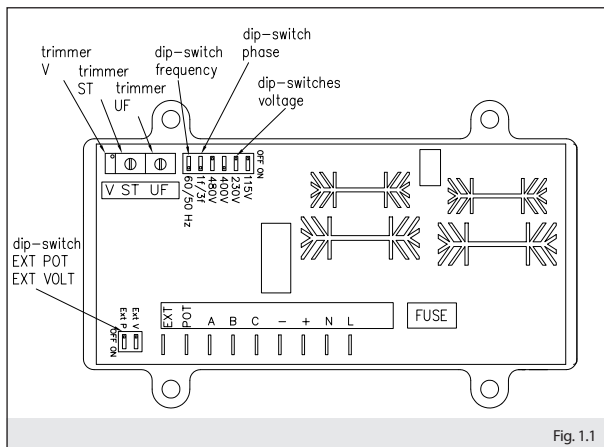

Fig. 1.1
È possibile modificare la tensione di uscita agendo sul potenziometro "V" (vedi fig.1.1, fig. 1.3). Con il gruppo in moto alla velocità nominale, regolare fino ad ottenere il valore cercato. Se ad una piccola variazione di velocità la tensione varia, allora è necessario regolare prima la protezione di sotto-velocità.
Gli switches di tensione del sensing ("dip-switches voltage" in fig.1.1) devono essere così impostati:
The output voltage can be changed by adjusting potentiometer "V" (see fig.1.1, fig. 1.3) . Run the generating set to its nominal speed and turn until the required voltage is obtained. If a small variation in speed causes a change in voltage, then the under speed protection should first be calibrated.
The sensing voltage switches ("dip-switches voltage" in fig.1.1) must be set as follows:
Il est possible de modifier la tension de sortie en agissant sur le potentiomètre « V » (voir fig.1.1, fig. 1.3). Avec le groupe en marche à la vitesse nominale, régler jusqu'à l'obtention de la valeur désirée. Si à une petite variation de vitesse la tension varie, il faut régler d'abord la protection de sous-vitesse.
Les interrupteurs de tension de détection («dip-switches voltage» sur la fig.1.1) doivent être réglés comme suit:
Regolazione della stabilità (vedi fig.1.1, fig. 1.3): qualora si dovesse verificare delle fluttuazioni di tensione a carico, è possibile agire sul potenziometro **"ST"** che modula la prontezza di risposta del regolatore agli stimoli esterni, permettendo di eliminare eventuali instabilità del sistema alternatore - carico.
Regolazione della protezione della sottovelocità a 50 (60)Hz (vedi fig.1.1, fig. 1.3): portare il gruppo in rotazione regolandolo in modo da ottenere una frequenza di 46 (56) Hz. Ruotare il trimmer **"UF"** fino al punto in cui la tensione inizia a calare. Riportare il gruppo alla velocità nominale.
Regolazione tensione a distanza: collegare ai capi liberi **"EXT POT"** il potenziometro (**5kOhm, ½ W**). Impostare il "dip-switch Ext P" in posizione **"ON"** e **"Ext V"** in posizione **"OFF"** (vedi figura 1.1). Portare il gruppo alla velocità nominale e agire sul potenziometro esterno ed eventualmente anche sul trimmer **"V"** per ottenere la tensione voluta (fig. 1.1, fig. 1.3).
Stability adjustment (see fig. 1.1, fig. 1.3): if on load voltage fluctuations are experienced adjust potentiometer "ST", which modulates the reaction time of the regulator to external inputs, thereby eliminating any instability in the alternator-load system.
Setting of the under speed protection at 50 (60)Hz (see fig.1.1, fig. 1.3): start up rotation of the generating set adjusting it to obtain a frequency of 46 (56)Hz. Turn trimmer "UF" until the voltage begins to drop. Restore nominal speed.
Remote voltages adjustment: wire the potentiometer (5kOhm, 1/4W) to the free terminals "EXT POT". Set the "dip-switch Ext P" to the "ON" position and "Ext V" to the "OFF" position (see fig. 1.1). Run the generating set to its nominal speed and adjust the external potentiometer and eventually also the trimmer "V" to obtain the required voltage (fig. 1.1, fig. 1.3).
Contrôle de la stabilité (voir fig. 1.1, fig. 1.3): si des fluctuations de tension sous charge devaient se vérifier, il est possible d'agir sur le potentiomètre "ST" qui module la rapidité de réponse du régulateur aux stimulations extérieures, en permettant d'éliminer les éventuelles instabilités du système alternateur - charge.
Réglage de la protection de la sous-vitesse à 50 (60) Hz (voir fig. 1.1, fig. 1.3): porter le groupe en rotation en le réglant de manière à obtenir une fréquence de 46 (56) Hz. Tourner le trimmer « **UF** » jusqu'au point où la tension commence à baisser. Reporter le groupe à la vitesse nominale.
Raccordement d'un potentiomètre externe: enlever le cavalier des bornes et connecter le potentiomètre (**5 k Ω , 0,5 W**) aux extrémités libres "**EXT POT**". Placez le commutateur «dip-switch Ext P» sur la position «ON» et «Ext V» sur «OFF» (voir fig. 1.1). Porter le groupe à la vitesse nominale et agir sur le potentiomètre externe et éventuellement sur le trimmer «V» afin d'obtenir la tension désirée (voir fig. 1.1, fig. 1.3).
Die Ausgangsspannung kann am Potentiometer "V" verändert werden (Siehe Abb. 1.1, Abb. 1.3). Bei mit Nenndrehzahl laufendem Aggregat auf den gewünschten Wert regulieren. Wenn bei geringfügiger Veränderung der Drehzahl auch die Spannung variiert, muss zunächst der Unterdrehzahlschutz reguliert werden. Die Schaltspannungsschalter („dip-switches voltage“ in Abb.1.1) müssen wie folgt eingestellt werden:
Es posible modificar la tensión de salida actuando en el potenciómetro "V" (fig. 1.1, fig. 1.3). Con el grupo en movimiento a velocidad nominal, regular hasta obtener el valor deseado. Si con una pequeña variación de velocidad la tensión cambia, es necesario en este caso regular en primer lugar la protección de subvelocidad. Los dip-switches de la tensión de detección ("dip-switches voltage" en la figura 1.1) se deben configurar de la siguiente manera.
Stabilitäts Control (Siehe Abb. 1.1, Abb. 1.3): sollten Spannungsschwankungen unter Last auftreten, kann auf den Potentiometer “ST” eingewirkt werden, welcher die Reaktion des Reglers auf externe Reize moduliert, so dass eventuelle Instabilitäten des Systems Drehstromgenerator – Last beseitigt werden.
Regelung der Unterdrehzahl auf 50 (60)Hz (Siehe Abb. 1.1, Abb. 1.3): das Aggregat drehen lassen und so einstellen, dass eine Frequenz von 46 (56)Hz erreicht wird. Den Trimmer “UF” auf den Punkt verstellen, an dem die Spannung beginnt abzufallen. Das Aggregat auf Nenndrehzahl bringen.
Remote Spannungsanpassung: anschließen die Potentiometer (5kOhm, ½ W) an den Klemmen “EXT POT”. Stellen Sie den entsprechenden DIP-Schalter unter “ON” (siehe Abb. 1.1). Den Trimmer “V” bis zum Anschlag im Gegenuhrzeigersinn drehen. Das Aggregat auf Nenndrehzahl bringen und auf das externe Potentiometer und möglicherweise auch auf dem Trimmer „V“ einwirken, bis die gewünschte Spannung erreicht ist (Abb. 1.1, Abb. 1.3).
Control de Estabilidad (fig. 1.1, fig. 1.3): si se produjeran fluctuaciones de tensión bajo carga, se puede actuar en el potenciómetro “ST” que modula la inmediatez de respuesta del regulador a los estímulos externos, eliminando eventuales inestabilidades del sistema alternador - carga.
Regulación de la subvelocidad a 50 (60) Hz (fig. 1.1, fig. 1.3): hacer girar el grupo regulándolo de manera que la frecuencia obtenida sea de 46 (56) Hz. Girar el trimmer “UF” hasta el punto en que la tensión empiece a disminuir. Poner de nuevo el grupo a la velocidad nominal.
Conexión de un potenciómetro externo (5kOhm, 0,5 W): conectar los cables libres “EXT POT” del potenciómetro. Coloque el interruptor dip-switch correspondiente en la posición “ON” (vea la figura 1.1). Llevar el grupo a la velocidad nominal y actuar en el potenciómetro externo y posiblemente también en el potenciómetro “V” hasta la tensión deseada (fig. 1.1, fig. 1.3).